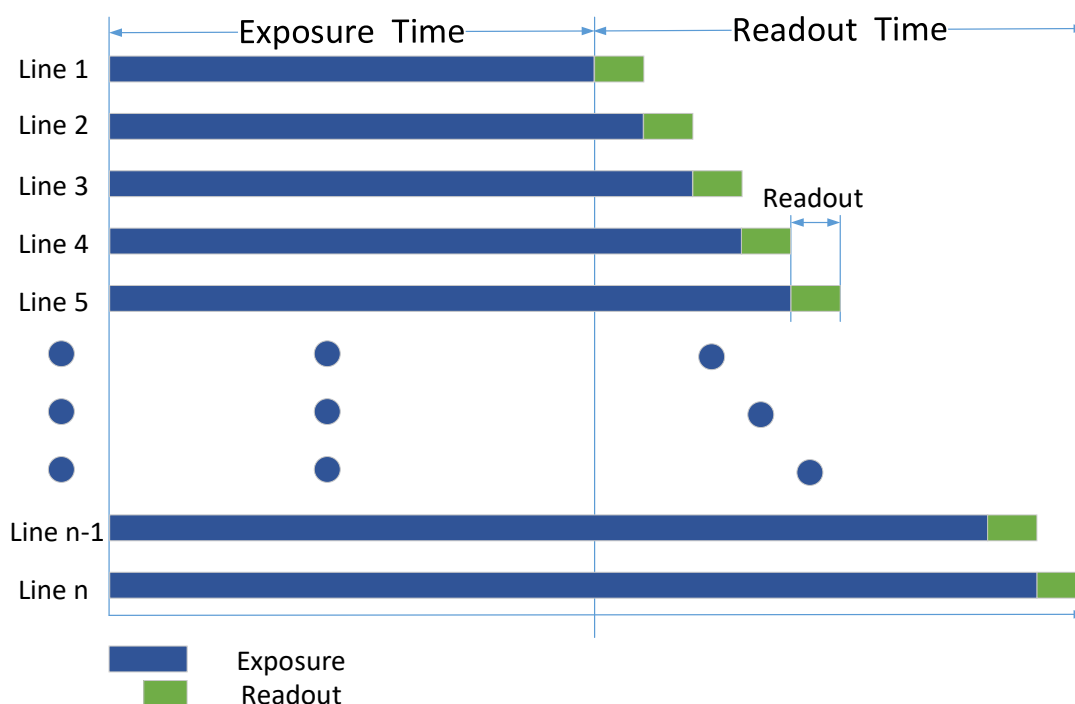

图9-3 Global Reset 工作原理
部分卷帘快门相机具有 Global Reset 功能。该功能通过将图像各行的曝光时间点拉到同一起始点，从而达到一键全局曝光的目的，如图 9-3 所示。
- 开启 *Global Reset* 功能后,因图像各行的曝光时间不同,可能会导致图像各行从上至下亮度不同。因此若开启此功能,建议在全暗环境下,配合工业光源一同使用。在图 9-3 所示的曝光时间内开启光源,其他时间关闭光源,使得图像各行在相同的曝光时间内获得同样的照明,以此来控制图像各行的亮度。